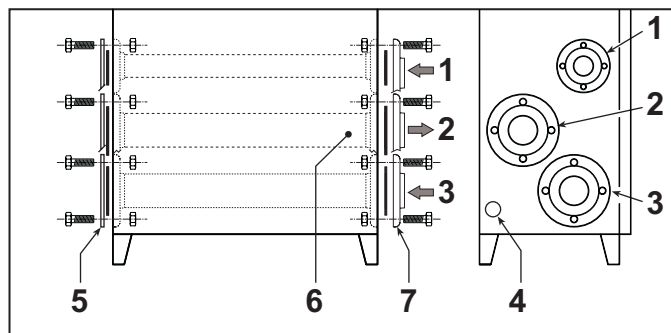
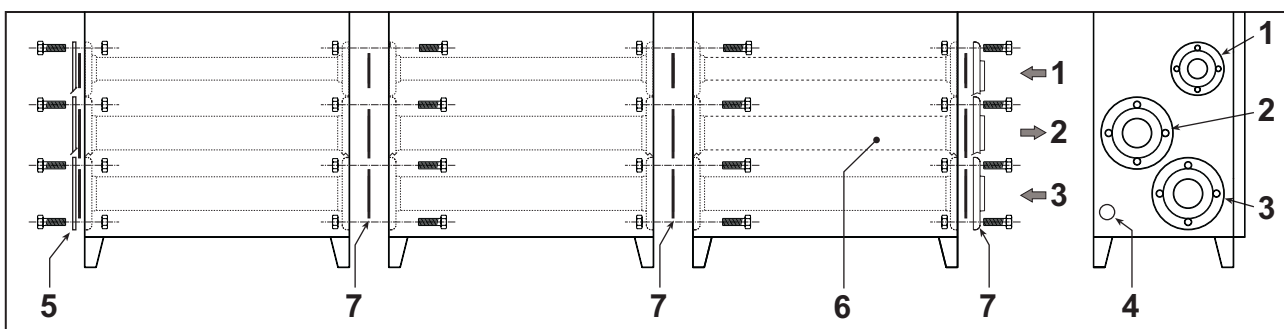

fig. 16
fig. 17
#### **Per il collegamento del singolo modulo - fig. 16**
### Per il collegamento di più moduli in cascata - fig. 17
- Sull'ultimo modulo montare al termine le flange cieche, interponendovi le apposite guarnizioni (fig. 16 e fig. 17).